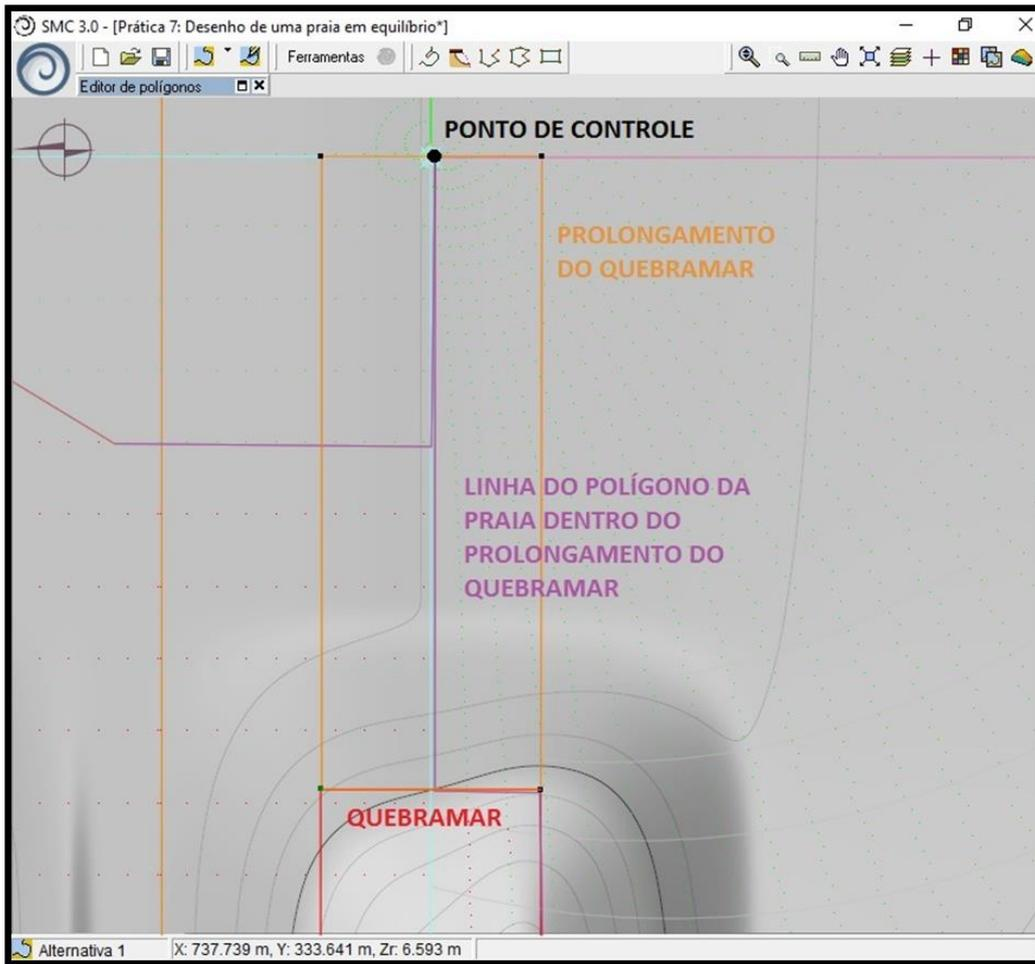

Figura 16 – Polígono a ser formado para o prolongamento do quebramar.
- 59) Clicar em “Criar um novo polígono retangular fechado” () localizado na barra de ferramentas para gerar o prolongamento do quebramar atual (a manipulação gráfica desta ferramenta está descrita no Manual do Usuário do SMC 3.0). Na Figura 16 observa-se a forma como o polígono que deverá ser criado (retângulo com linhas de cor laranja) está disposto na figura. É importante notar que o novo polígono será uma extensão do quebramar e deverá possuir a mesma largura deste e alcançar o ponto de difração, que foi definido anteriormente quando prolongada em 80m a linha de costa próxima ao quebramar;